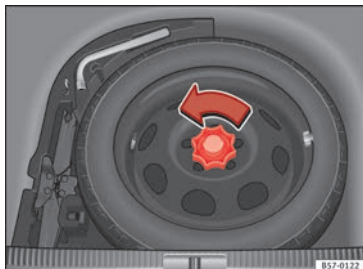

Fig. 228 Roue de secours : plancher de chargement soulevé.
- Tournez la molette dans le sens inverse des aiguilles d'une montre » fig. 228.